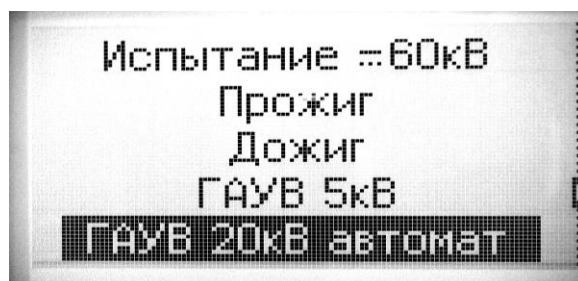

Рис. 13
6.6.6. Нажимая кнопки «▲» или «▼» БУ выбрать строку меню «ГАУВ. 20кВ автомат» (рис. 13).